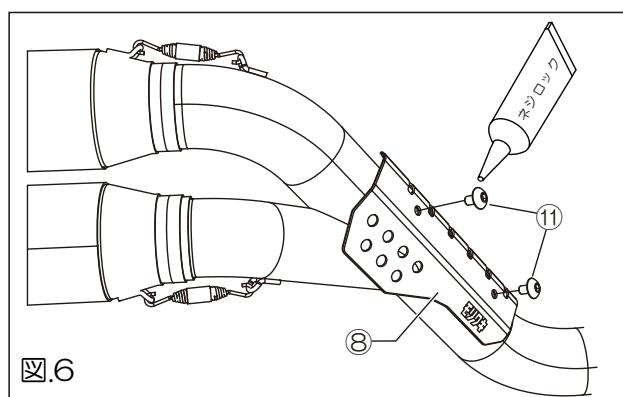

図.6
- [③テールパイプ ASSY]へ[⑧ヒートカバー]を[⑪トルクスボルト M6X10]を使用して仮止めします。 (図.6)